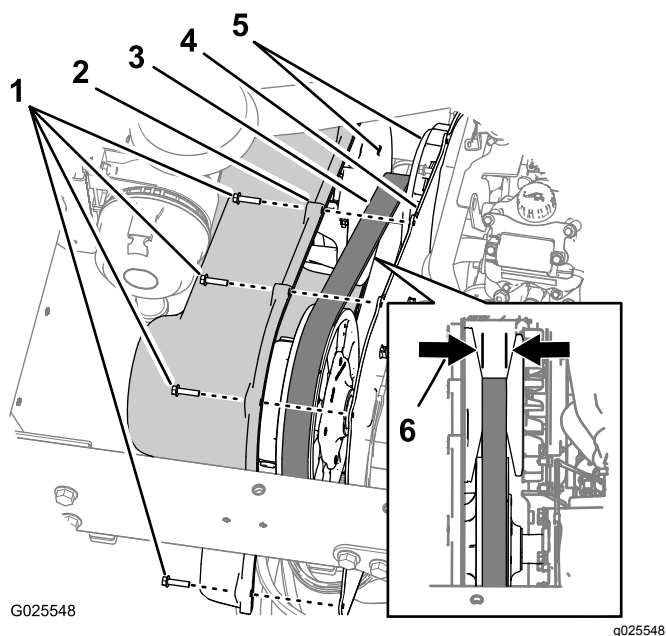

Figure 71
1. Retirez les 9 boulons à embase hexagonale (1/4 x 1") qui fixent le couvercle de la transmission à la plaque de montage (Figure 71).
2. Avancez le couvercle jusqu'à ce que la courroie d'entraînement soit visible (Figure 71).
3. Contrôlez l'état des faces coniques de l'embrayage primaire (Figure 71).
4. Vérifiez si des crans de la courroie d'entraînement sont manquants ou endommagés (Figure 71).
5. Mesurez et notez la largeur de la courroie (Figure 71).
Remarque: Si la largeur de la courroie est égale ou inférieure à 29,5 mm, remplacez la courroie (Figure 71).
6. Alignez les trous du couvercle de la transmission sur ceux de la plaque de montage (Figure 71).
7. Fixez le couvercle à la plaque de montage (Figure 71) au moyen des 9 boulons à embase hexagonale (1/4 x 1") que vous avez retirés à l'opération 1, et serrez les boulons à un couple de 10,2 à 12,4 N·m.